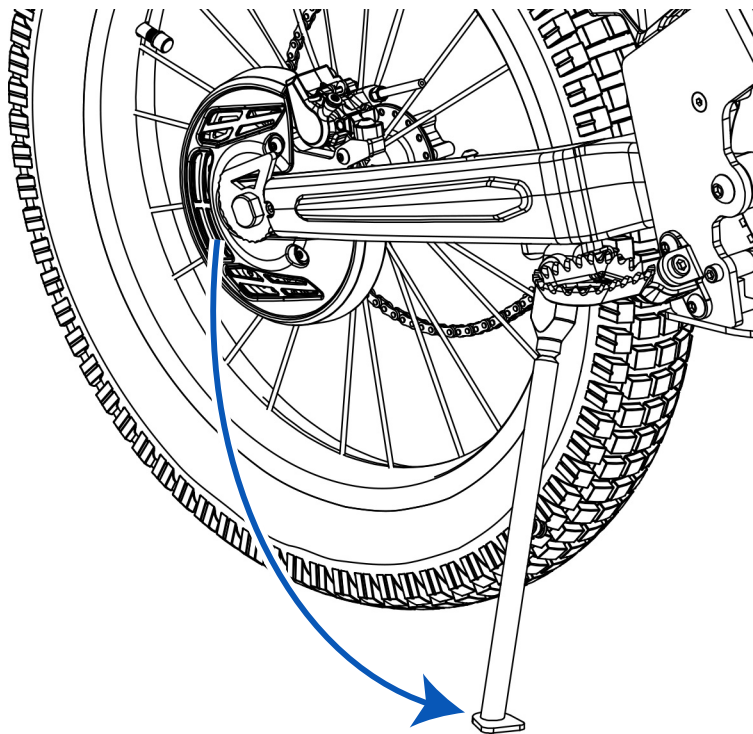
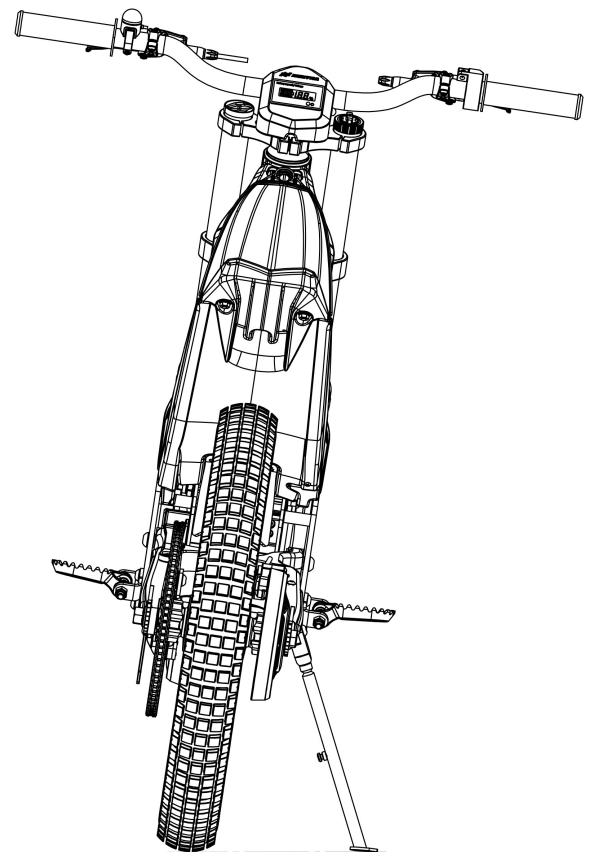

Fig. 4a
Fig. 4b
7. Debe colocar la motocicleta en posición vertical y bajar el caballete lateral plegable (Fig. 4a), para mantener la moto fija y evitar que se caiga (Fig. 4b). Debe asegurarse que la moto está ubicada en una superficie plana.